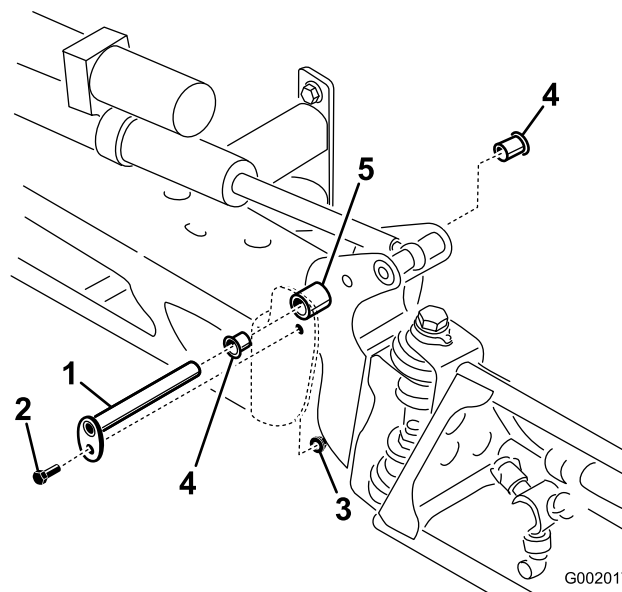

Figura 62
3. Con el peso del brazo apoyado, retire el perno y la tuerca que fijan el pasador de giro al conjunto del brazo (Figura 62). Retire el pasador de pivote.
5. Retire los casquillos de nylon desde delante y desde detrás del soporte del pivote e inspecciónelos (Figura 62). Sustituya cualquier casquillo dañado.
7. Instale el conjunto de brazo y soporte del pivote en el bastidor central, alineando los orificios (Figura 62).